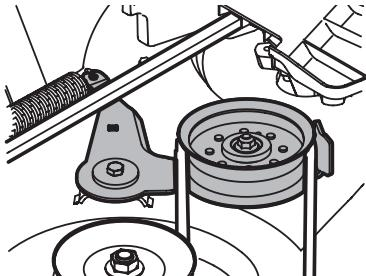

Figura 40
8. Desde el lado derecho del tractor, inserte una llave de trinquete de 3/8 pulgada, regulada para **ajustar**, en el orificio cuadrado del soporte intermedio (Figura 40).
9. Pivote la llave hacia adelante para mover la polea de transmisión de la plataforma hacia adelante (Figura 40).